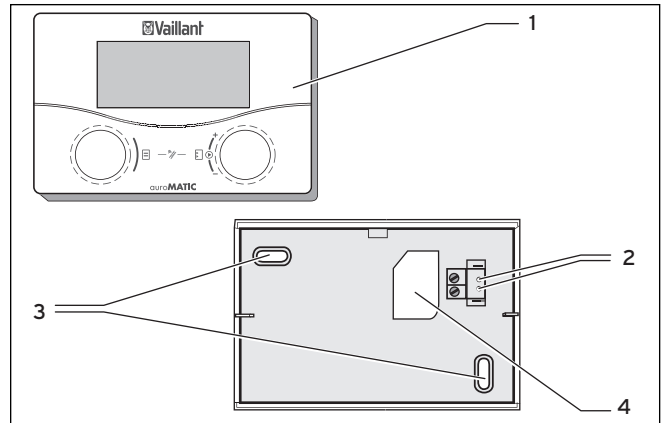

Fig. 3.5 Montaggio come dispositivo di comando a distanza
- Praticare due fori di fissaggio (3) con un diametro di 6 mm per il supporto murale VR 55, come illustrato nella fig. 3.5.
- Fare passare il cavo di allacciamento attraverso l'apposita apertura (4).